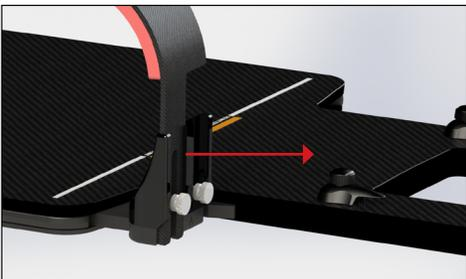

Fig. 1
3. Quindi, tirare gli Shoulder-Loc finché non si arrestano (Fig. 1).